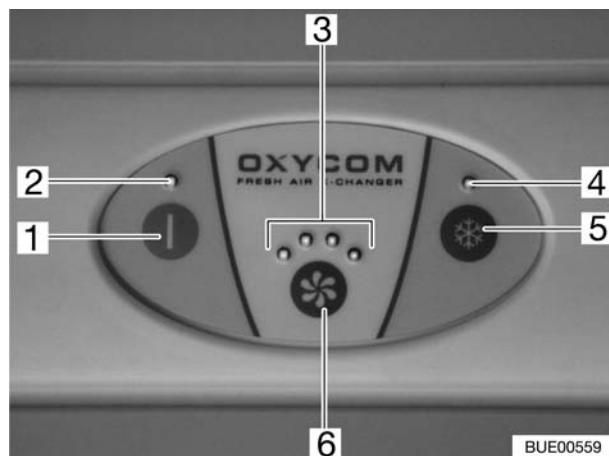

Fig. 154 Quadro comandi
- Premere l'interruttore di alimentazione (Fig. 154,1). L'impianto climatizzazione si avvia nella funzione selezionata per ultima. Il LED (Fig. 154,2) si accende.
- Selezionare il livello di aerazione. Allo scopo premere il tasto di aerazione (Fig. 154,6) fino a che non è raggiunto il livello di aerazione desiderato (massimo quattro livelli).
Il LED corrispondente (Fig. 154,3) indica il livello di aerazione.
- Premere il tasto raffreddamento (Fig. 154,5). Il LED (Fig. 154,4) si accende. L'inizio del processo di raffreddamento dura ca. 3 minuti. In questo lasso di tempo tutti i LED (Fig. 154,3) lampeggiano.
- Premere l'interruttore di alimentazione (Fig. 154,1).